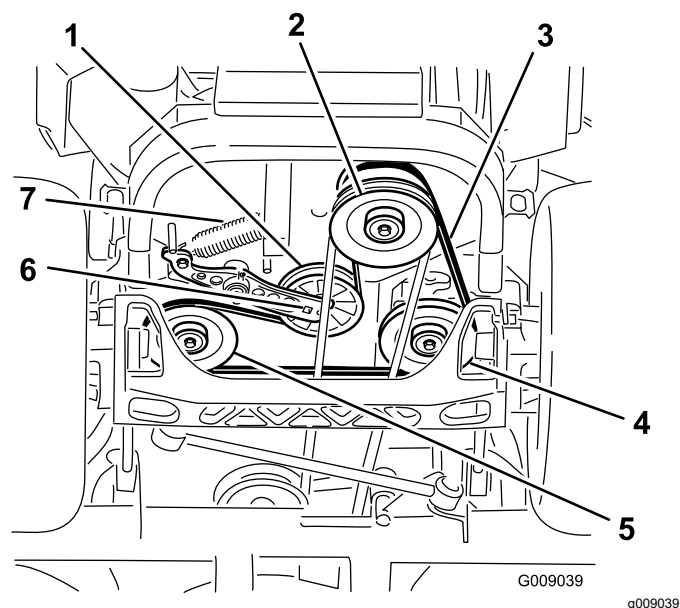

**Figure 75**
12. Posez les protège-courroies (Figure 75).